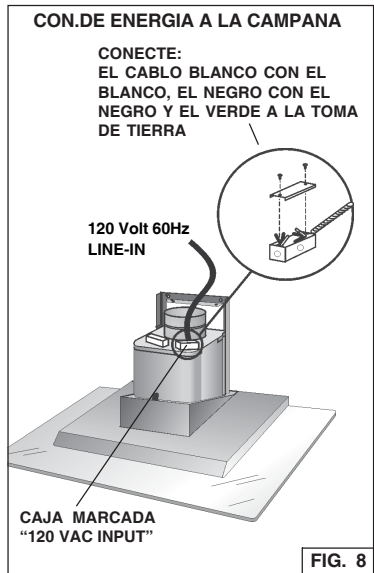

FIG. 8
1. Conectar los conectores de alimentación con la caja de cables de la campana indicada "120VAC input". Fig.8.
2. Quite la tapa de la caja de cables y quite un Knockout. Fig. 8
3. Fije el "conduit" a la caja de cables por medio de un conector idóneo para el "conduit". Fig.8
4. Efectúe las conexiones a la campana. Conecte el cable blanco con el blanco, **el negro con el negro** y verde a la toma de tierra. Fig.8